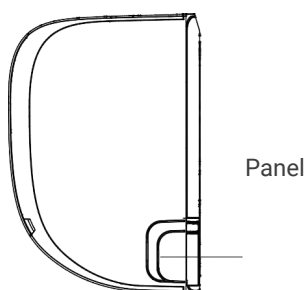

Fig. 3.3
2. Si el agujero de la pared está detrás de la unidad, deje el panel en su sitio. Si el agujero de la pared está al lado de la unidad interior, retire el panel de plástico de ese lado de la unidad. (Vea la Fig. 3.3) Esto creará una ranura a través de la cual la tubería puede salir de la unidad. Utilice unos alicates de punta de aguja si el panel de plástico es muy difícil de quitar con la mano.